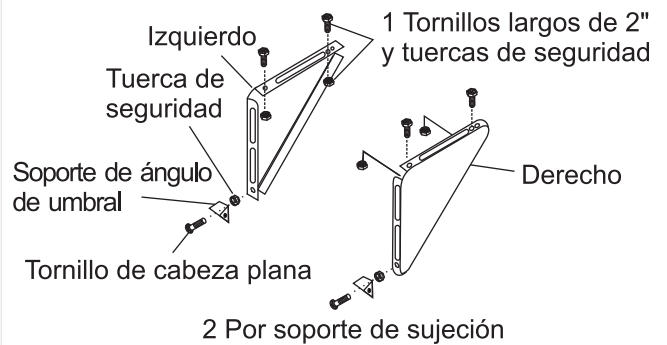

Fig. 15B
2. Monte el soporte de ángulo de umbral para sujetar los soportes en la posición marcada (Fig. 15B). Ajuste a mano para permitir cambios posteriores.